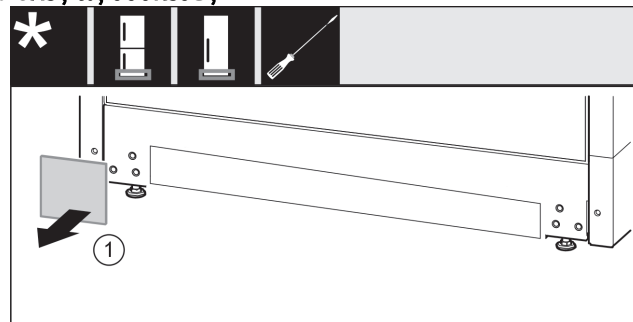

Fig. 35
- ▶ Αφαιρέστε το κάλυμμα. Fig. 35 (1)